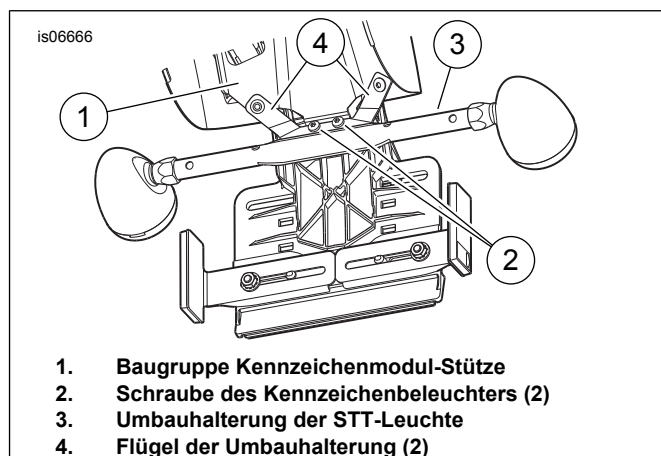

Abbildung 2. Einbau der Brems-/Schlussleuchten-/Blinkerumbauleitung für FXS-Modelle
1. Siehe Abbildung 2. Die zwei selbstschneidenden TORX-Halbrundkopfschrauben (2), mit denen der Kennzeichenbeleuchter an der Baugruppe Kennzeichenmodul-Stütze (1) befestigt ist, **lösen**.